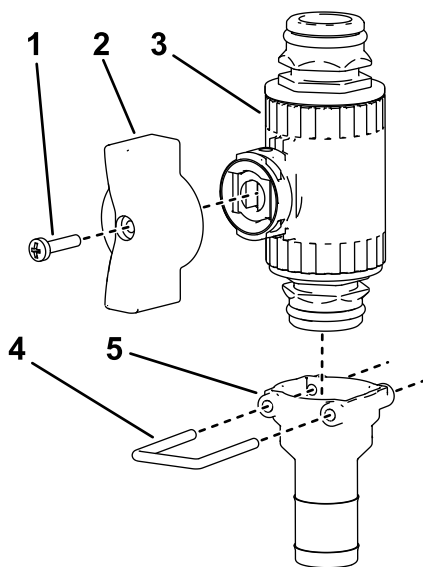

図 24
10. 図 24に示すように、リテーナーを使ってストレート継手をもう一方のストレートコントロールバルブに組み付ける。